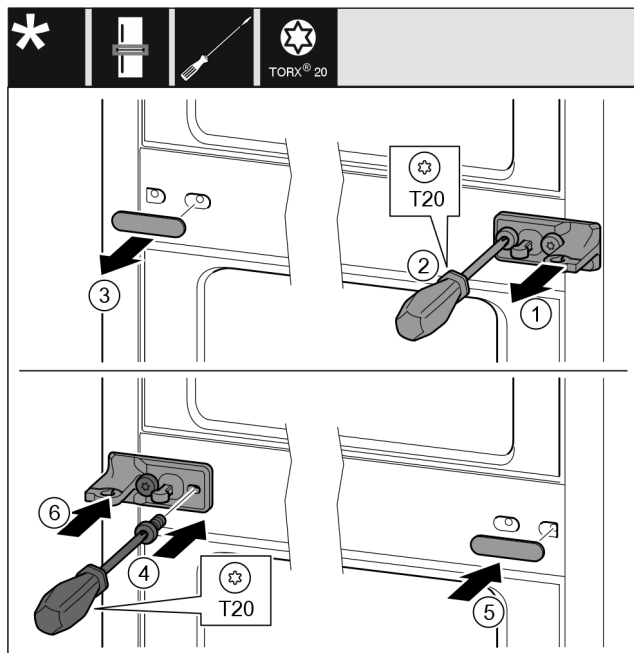

Fig. 38
- ▶ Scheibe Fig. 38 (1) abziehen.
- ▶ Schrauben Fig. 38 (2) mit Schraubendreher herausdrehen.
- ▶ Abdeckung Fig. 38 (3) vorsichtig abziehen.
- ▶ Lagerbock mit Folie Fig. 38 (4) um 180° gedreht auf der anderen Seite fest anschrauben.
- ▶ Abdeckung Fig. 38 (5) um 180° gedreht auf der anderen Seite anbringen.
- ▶ Scheibe Fig. 38 (6) von vorn aufschieben.